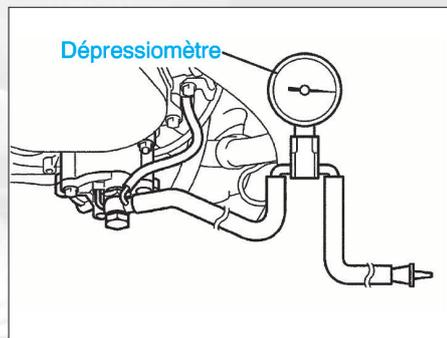

FIG. 18
- Mesurer la dépression, moteur au ralenti (supérieure à 86,7 kPa) (fig. 18).